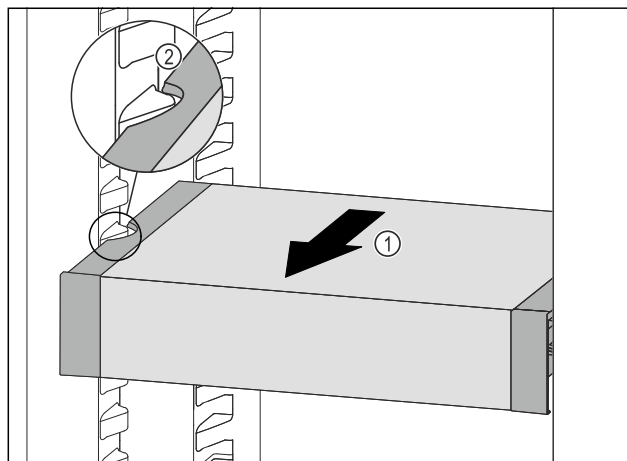

Fig. 110
- Изтеглете VarioSafe напред Fig. 110 (1), докато страничните прорези на VarioSafe се намират на височината на реброто на съда в хладилната част. Fig. 110 (2)